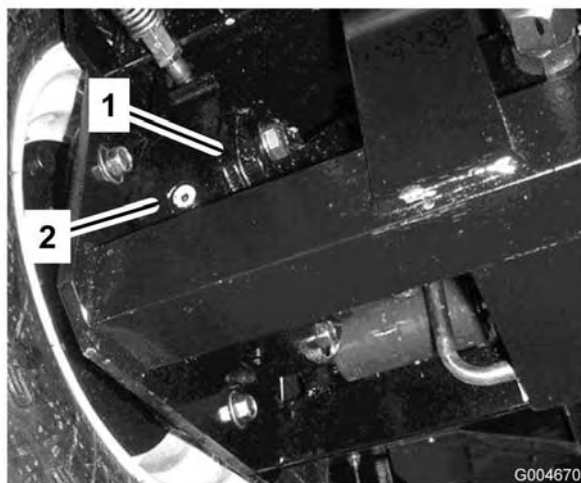

Figura 11
2. Togliete il tappo dal planetario (Figura 10) e controllate il tappo sul lato posteriore del freno (Figura 11). L'olio deve raggiungere la base del foro di controllo sul lato posteriore del freno.